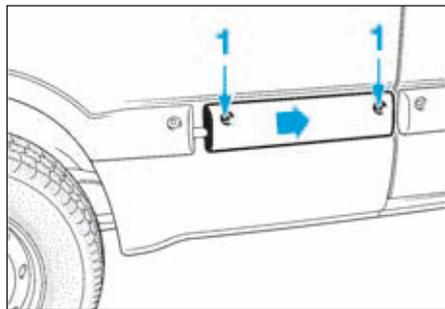

FIG.141
- Déposer les deux vis de fixation (1) (Fig.141) droite et gauche (opération devant être effectuée par deux opérateurs).